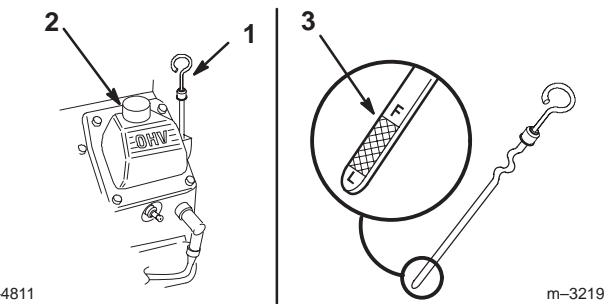

Figure 41
- Nettoyez la surface autour de la jauge d'huile (Fig. 41) pour éviter que des impuretés ne s'introduisent dans le goulot de remplissage, ce qui risquerait d'endommager le moteur.
- Sortez la jauge d'huile et essuyez soigneusement l'extrémité métallique (Fig. 41).
- Enfoncez la jauge complètement dans le goulot de remplissage. Sortez de nouveau la jauge et examinez l'extrémité métallique (Fig. 41). Si le niveau est bas, versez lentement juste assez d'huile dans le goulot de remplissage pour amener le niveau au repère du plein (F).
- Versez lentement environ 80 % de la quantité d'huile spécifiée dans le goulot de remplissage (Fig. 41) (voir Changement de l'huile moteur et du filtre, page 37).